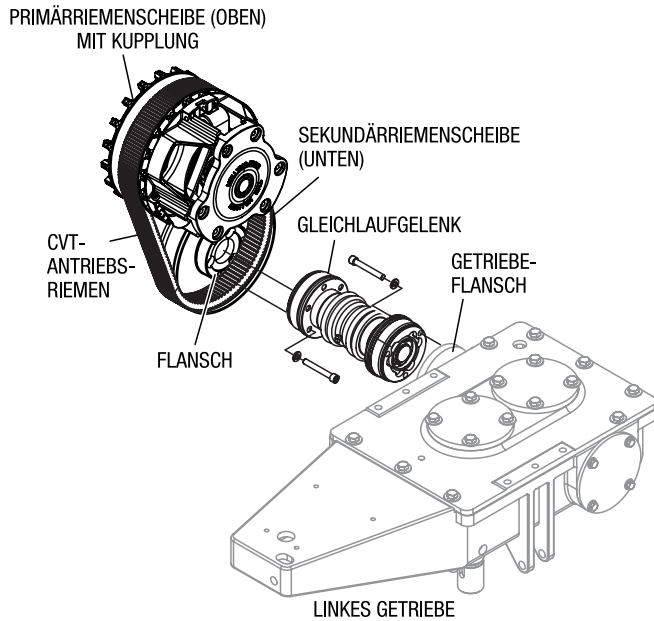

Abb. 30. Ausbauen des linken Gleichlaufgelenks
- Das linke Gleichlaufgelenk vom linken Getriebe und vom Flansch der unteren Riemenscheibe lösen. siehe Abb. 30.
- Linkes Gleichlaufgelenk wieder auf das linke Getriebe und den Flansch der unteren Riemenscheibe montieren, siehe Abb. 30.